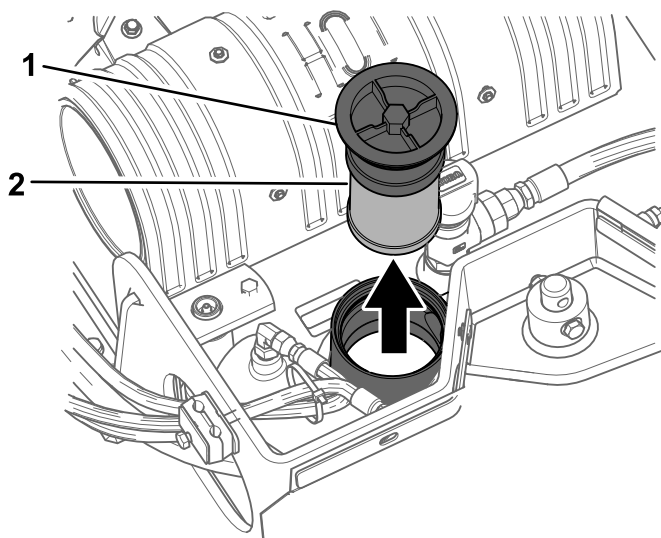

Figure 59
5. Nettoyez la surface autour du goulot de remplissage du réservoir de liquide hydraulique et enlevez le bouchon et le filtre du goulot de remplissage à l'aide d'une clé (Figure 59).
4. Déposez l'ancien filtre et mettez-le au rebut (Figure 59).
5. Mettez en place le filtre hydraulique de rechange et le bouchon de remplissage (Figure 59), et serrez le boulon sur le dessus à un couple de 21 à 25 N·m.
5. Enlevez le bouchon de remplissage du réservoir de liquide hydraulique ainsi que le filtre (Figure 59).
10. Mettez en place le filtre hydraulique et le bouchon de remplissage (Figure 59), et serrez le boulon sur le dessus à un couple de 21 à 25 N·m.